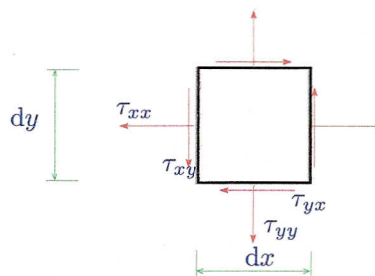

Figura 4: Cuadrado diferencial
- a) A partir del cuadrado diferencial mostrado en la Figura 4, demuestre que $\tau_{xy} = \tau_{yx}$. (5 puntos)